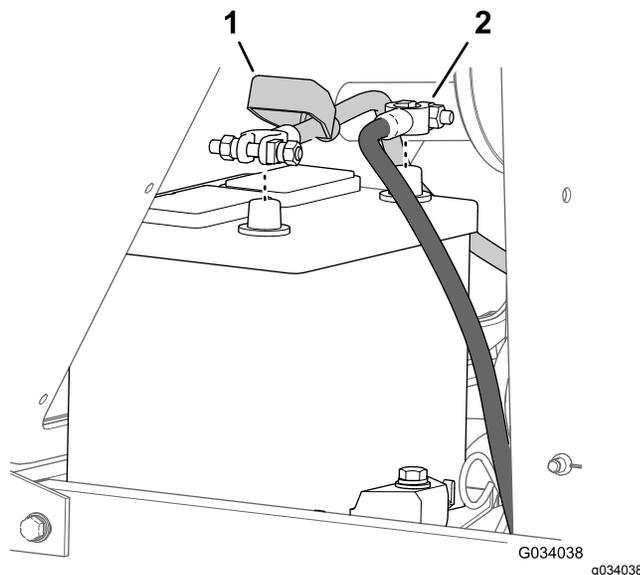

Figura 54
2. Desligue o cabo negativo (-) do polo da bateria (Figura 54).
3. Deslize a cobertura do isolador para longe da abraçadeira de cabos de bateria (Figura 54).
4. Desligue o cabo positivo (+) do polo da bateria (Figura 54).
7. Ligue os cabos, cabo positivo (+) ao polo positivo da bateria (Figura 54)
8. Ligue o cabo negativo (-) ao polo negativo da bateria (Figura 54).